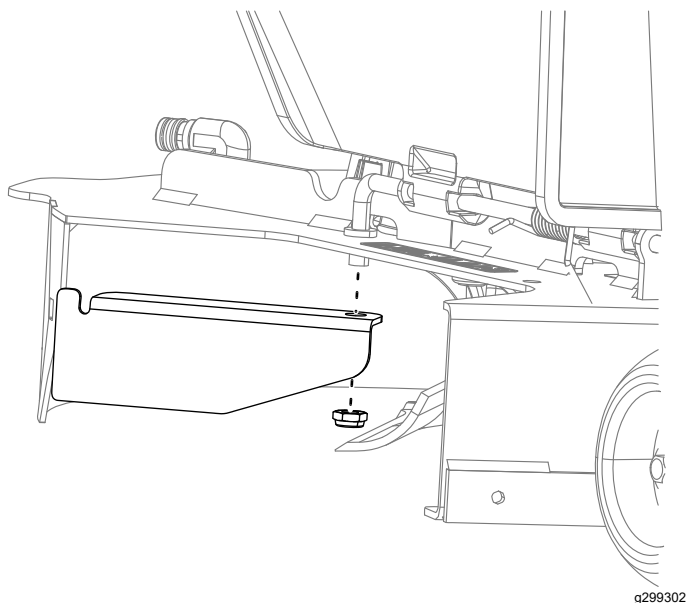

Figura 19
2. Montirajte novu malu pregradu na kućište kosilice na isto mesto sa kojeg je prethodno uklonjena pregrada (Figura 19).